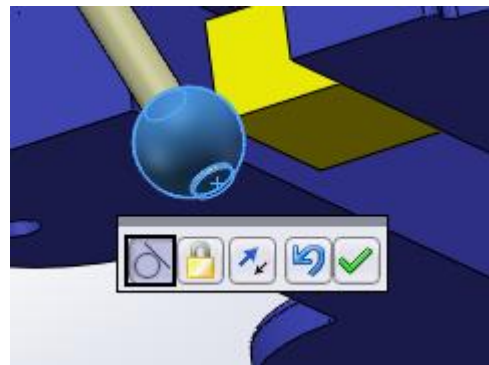

图 4-49 添加“相切”配合
- 如图 4-49 所示，定义“Free_handle_rod”平端面 and “Free_handle_ball”球面之间的“相切”配合。